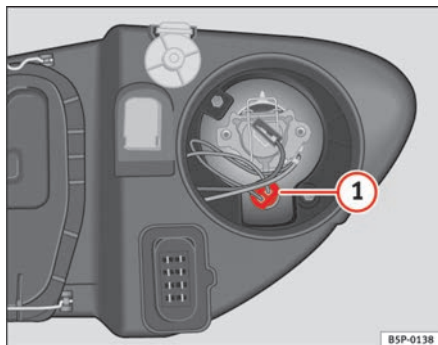

Abb. 186 Standlicht
- Die Fassung ⇒ Abb. 186 (1) herausnehmen.